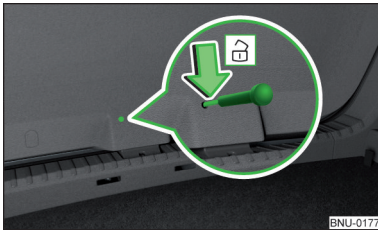

Abb. 326
- › In die Öffnung in der Klappenverkleidung » Abb. 326 einen Schraubendreher oder ein ähnliches Werkzeug bis zum Anschlag einführen.